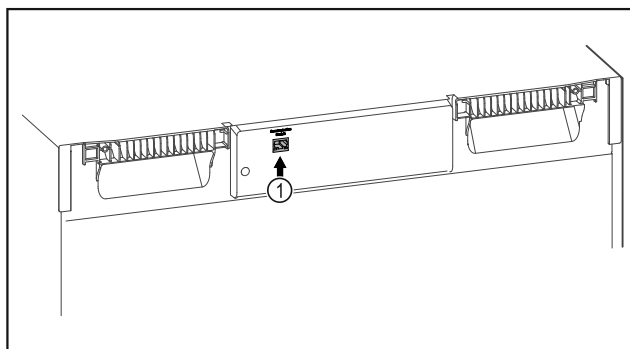

Fig. 140
- ☐ SmartModule Fig. 140 (1) naudojamas.